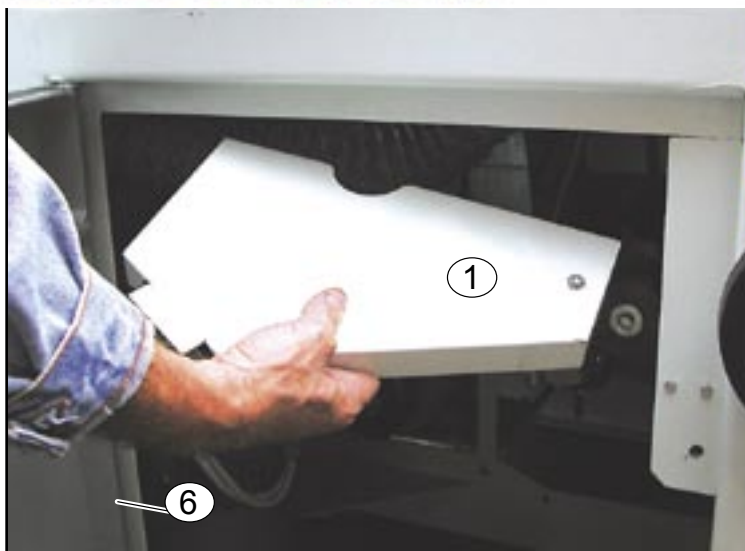

Fig. 5.7.2A
- aprire il carter pos. 6 fig. 5.7.2A così facendo si aziona il microinterruttore di sicurezza che impedisce la marcia della macchina (CE/CSA)
- abbassare il gruppo sega sotto al piano quel tanto che serve. Mediante la chiave a brugola di 4 mm togliere la protezione esterna mobile della lama pos. 7 fig. 5.7.2A
- dopo aver tolto la protezione mobile pos. 7 sollevare completamente il gruppo sega e bloccarlo con la rispettiva maniglia
- inserire la chiave pos. 1 nel foro dell'albero portalama
- allentare il dado pos. 3 ruotando in senso orario mediante la chiave pos. 4
- togliere quindi la flangia pos. 5 e la lama pos. 6